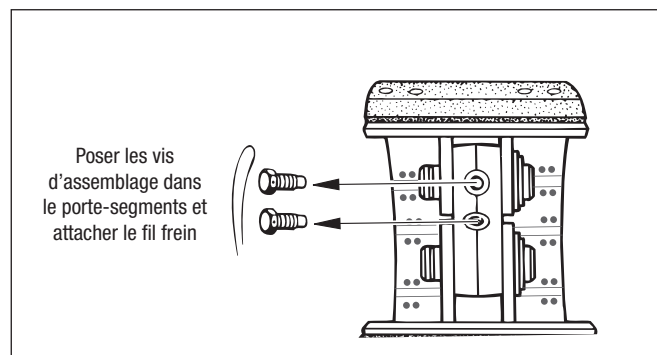

Figure 80 – Pose du segment inférieur et des axes de segment
11. Poser les vis d'assemblage dans le porte-segments pour y fixer les axes. Serrer les vis au couple conforme, cf. Tableau des normes de serrage, puis attacher le fil frein. Cf. Figure 80.